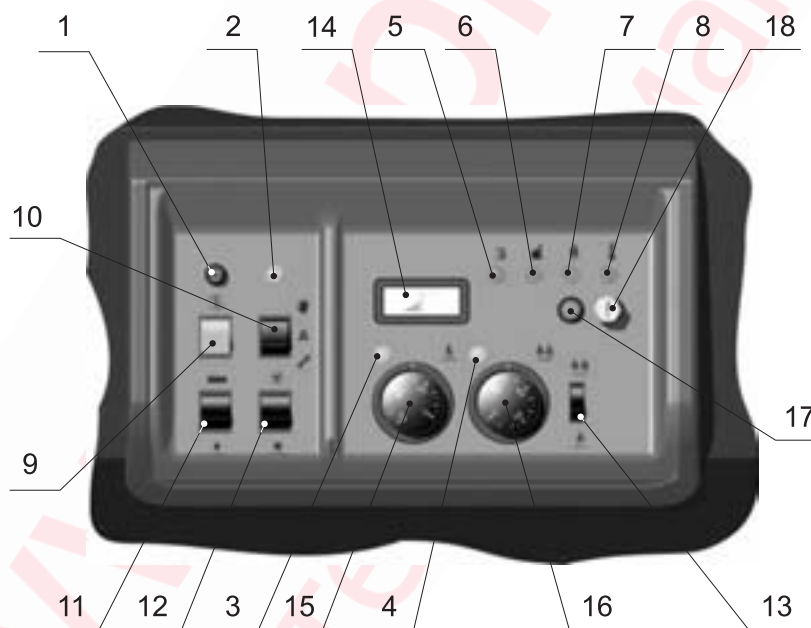

Рис. 2 Пульт управления котла «Standard» (A,E)
2. Задать термостатами 15, 16 (см. Рис. 2), требуемую температуру теплоносителя, при этом показания температуры на 2-й ступени (16) устанавливаются на 5-10°C меньше, чем показания на 1-й ступени (15). Во избежание образования конденсата на элементах теплообменника настоятельно рекомендуем Вам не устанавливать температуру теплоносителя ниже 45°C. Установить переключатель 12 – (режим работы «зима/лето») в положение «зима». Установить переключатель 10 – (3-позиционный режим работы «ручной/автоматический/тест») в положение «ручной». Установить переключатель 11 – (режим работы «автономный/каскад») в положение «автономный».
Данный котел может быть снабжен комнатным термостатом (программируемым комнатным термостатом) для контроля температуры отапливаемых помещений. В этом случае регуляторы температуры воды в системе отопления (рис.2, поз.15, 16) устанавливаются в максимальное положение, а сигналы на включение и выключение котла поступают от комнатного термостата.
- для выключения котла, работающего в автономном режиме, сетевой переключатель (п.9 рис.2) устанавливается в позицию «ВЫКЛ»;
- для отключения котла, работающего в составе каскада, переключатель «автономный режим работы/каскад» (п.11 рис.2) устанавливается в позицию «автономный режим работы»;
- возможно отключение котла произвести с помощью задающего термостата 1-й ступени (п.15 рис.2), выведя его в крайнее левое положение («ноль»), а затем отключить котел от сети.